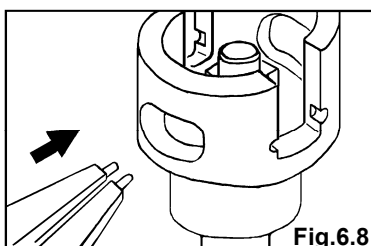

Fig.6.8
- ・ スナップリングプライヤーを使用して、連動ブッシュの溝を少し開きながら押して、連動ブッシュを取外す。〔Fig.6.8、6.9〕